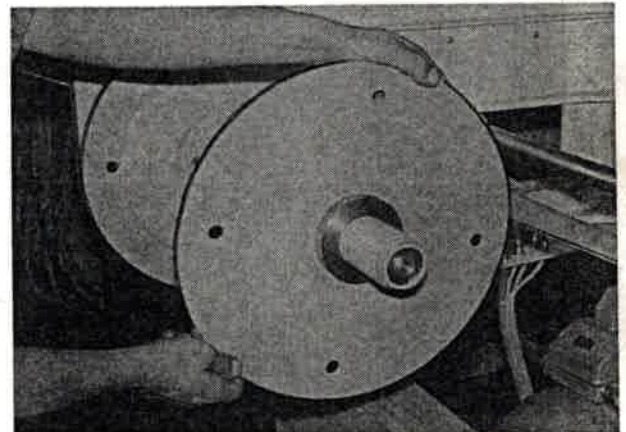

Bild 151
1. Andrückscheibe von der Abrollachse abschrauben (Bild 151), ggf. Papierhülse von der Abrollachse abziehen.